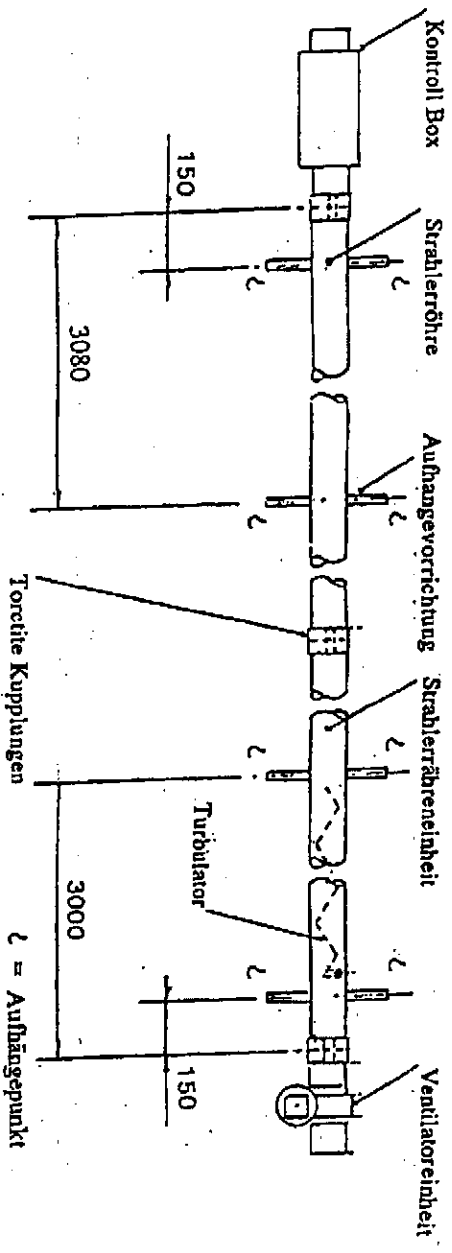
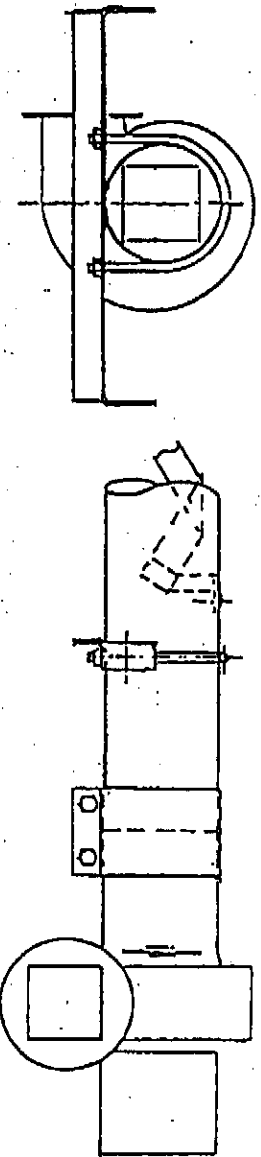

Abb. 21
Abb. 22
4.5.2 Platzieren Sie die Strahlerröhre und die Strahlerröhreneinheit (die den Turbulator beinhaltet) auf Böcke, so daß sie einen Minimumabstand von 150mm vom Fußboden haben, und montieren Sie die vier Aufhängenvorrichtungen an die Strahlerröhre und die Strahlerröhreneinheit, unter Gebrauch eines U-Bolzen pro Vorrichtung (aus dem Befestigungspaket). Positionieren Sie die Aufhängenvorrichtungen entlang der Strahlerröhre und der Strahlerröhreneinheit wie in der Abb. 21 gezeigt. Die U-Bolzen Muttern genügend festdrehen, um die Aufhängenvorrichtungen zu halten. Nicht überdrehen.
4.5.3 Legen Sie eine Torcrite Kupplung über das Ende der Strahlerröhre (siehe Abb. 21 oben) und stellen Sie sicher, daß sie voll einrastet, bis zum Stopper. Montieren Sie die Kontrollbox an die Strahlerröhre und stellen Sie sicher, daß sie voll in der Torcrite Kupplung einrastet (bis zum Stopper) und sich im vertikal mit dem Türgriff zuoberst befindet (siehe Abb. 6). Die Muttern der Torcrite Kupplung festdrehen um die Kontrollgriff zur Strahlerröhre zu sichern. Achten Sie dabei darauf, daß die Kontrollbox sich auf einer Linie mit der Achse der Röhre befindet.
4.5.4 Platzieren Sie eine zweite Kupplung über das Ende der Strahlerröhreneinheit an dem Ende, wo sie zur Röhre gesichert ist (siehe Abb. 21 und Abb. 22 oben) und stellen Sie dabei sicher, daß sie voll einrastet, bis zum Stopper mit der Klammer darunter. Montieren Sie die Ventilatoreinheit an der Strahlerröhre, und stellen Sie sicher, daß sie voll in der Torcrite Kupplung einrastet (bis zum Stopper), und daß sie, für abzuglose Anwendung, mit dem Ventilatorauslaß horizontal positioniert ist, und für Anwendung mit Abzug entweder horizontal oder vertikal (mit der Vorderseite nach oben). Die Muttern der Torcrite Kupplung festdrehen um die Ventilatoreinheit an der Strahlerröhre zu sichern. Achten Sie dabei darauf, daß die Ventilatoreinheit auf gleicher Linie mit der Achse der Röhre gehalten wird. (siehe Abb. 6).
4.5.5 Die beiden Teile des Gerätes sollen jetzt angehoben werden und wie im Abschnitt 3.1 dargelegt an den vorher angebrachten Ketten oder Fallsäben an den in Abb. 21 gezeigten Aufhängepunkten gehängt werden. Seil- oder Gewebeschlingen sollen benutzt werden, wenn man von oben her hochhebt. Beim Gebrauch eines Gabelstaplers, stellen Sie sicher, daß das Gerät vor dem Anheben auf den Gabeln balanciert ist.
4.5.6 Platzieren Sie die dritte Torcite Kupplung über das offene Ende einer der Strahlerröhren und stellen Sie dabei sicher, daß sie voll eingerastet ist, bis zum Stopper, mit der Klemme darunter. Montieren Sie die zweite Strahlerröhre in die Torcite Kupplung, stellen Sie dabei sicher, daß sie voll einrastet, bis zum Stopper, so daß die Aufhängevorrichtungen mit denen des ersten Strahlerröhrenteiles (siehe Abb. 21) in einer Linie sind. Die Muttern der Torcite Kupplung festdrehen um die beiden Strahlerröhrenteile aneinander zu sichern, achten Sie dabei darauf, daß die Röhren in einer geraden Linie bleiben.